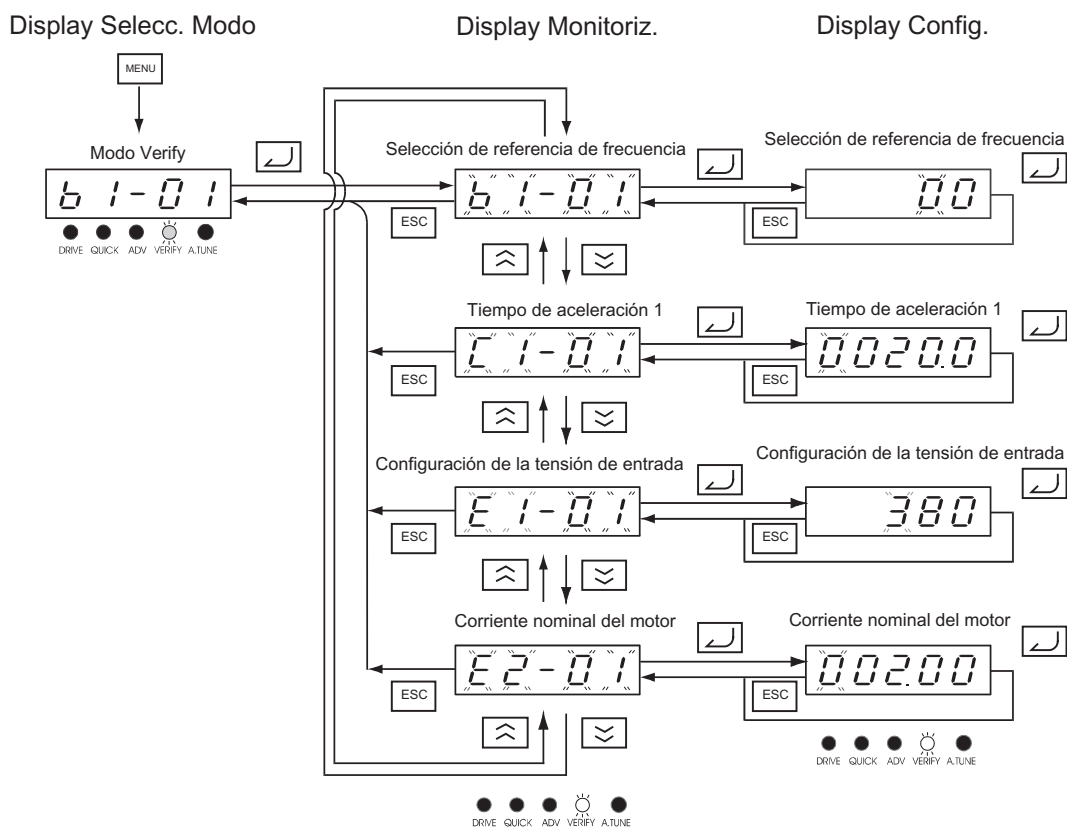
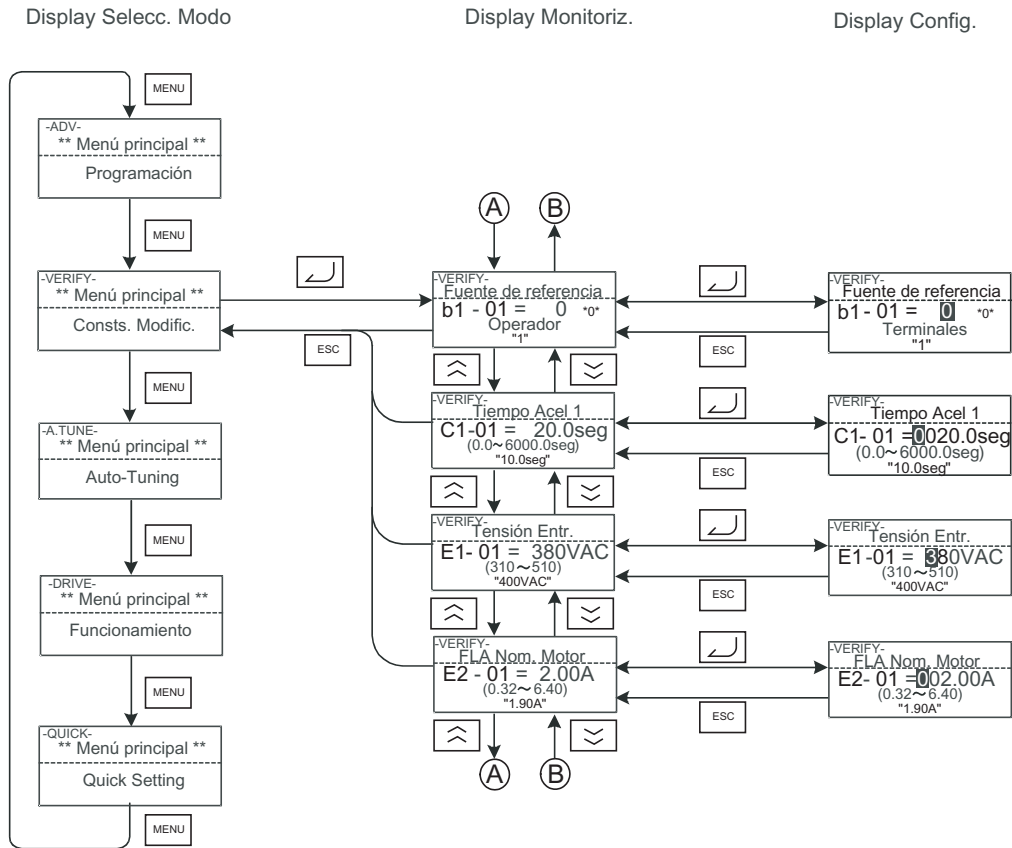

Fig. 3.12 Operaciones en el modo de verificación con el operador digital de LED
Fig. 3.13 Operaciones en el modo de verificación con el operador digital de LCD
*Fig. 3.12:* muestra un ejemplo de operaciones en el modo de verificación. En dicho ejemplo han sido modificados los siguientes parámetros predeterminados: Selección de referencia (b1-01), Tiempo de aceleración 1 (c1-01), Configuración de la tensión de entrada (E1-01) y Corriente nominal del motor (E2-01).
Fig. 3.13: muestra un ejemplo de las operaciones realizadas en el modo de verificación con el operador digital de LCD. Han sido modificados los mismos parámetros que en la Fig. 3.12